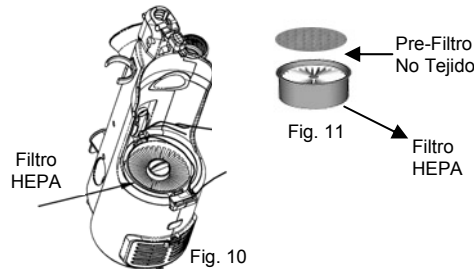

Fig. 11
3. El filtro HEPA se ubica debajo del recipiente de polvo. (Fig. 10) Retire el pre-filtro no tejido. (Fig. 11) Retire el filtro HEPA, sostenga los bordes y extráigalo despacio.